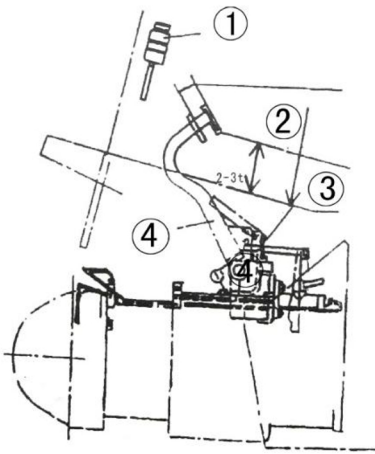

Abb. 9-8 Einstellen des Bremspedals (Kraftfahrzeug)
9.1.5 Einstellen des Bremspedals (mechanischer Gabelstapler) (Abb. 9-8)